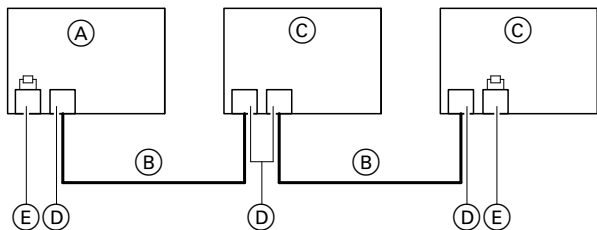

Abb. 56
- Der Viessmann CAN-BUS ist für die BUS-Topologie „Linie“ mit beidseitigem Abschlusswiderstand (Terminierung) ausgelegt: Siehe Abb. 56.